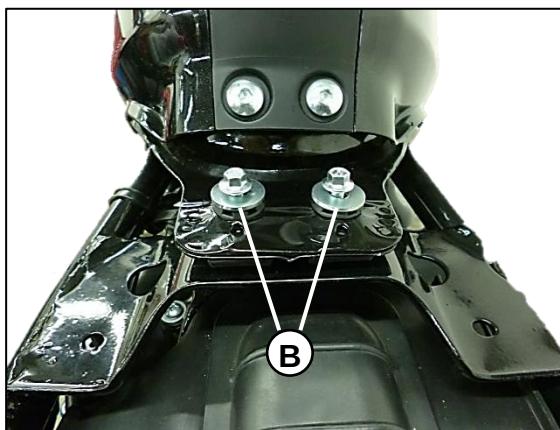
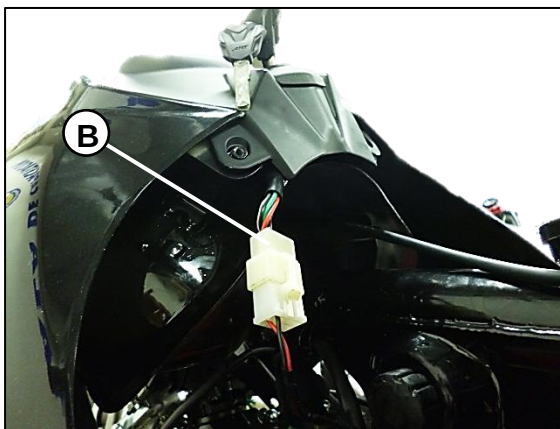

Fig. 15
Fig. 16
Retire los tornillos (A) Fig.15 que ajusta el tanque al chasis; Antes de retirar el tanque garantice el desajuste del switch principal (B) Fig.16 que se aloja en la parte frontal del mismo, para poderlo liberar de forma segura.